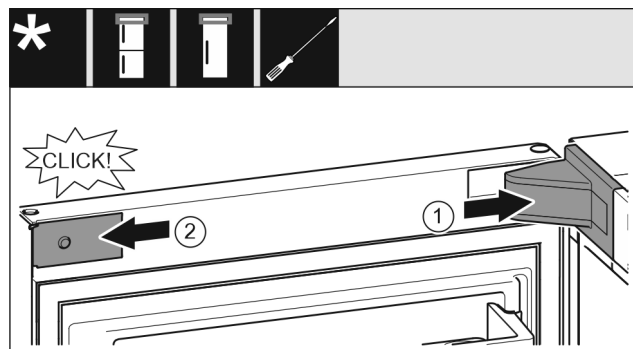

Fig. 22
- ▶ Встановіть та зафіксуйте кришку опорного кронштейна Fig. 22 (1), у разі необхідності – обережно розтисніть.
- ▶ Встановіть збоку і зафіксуйте накладку Fig. 22 (2).